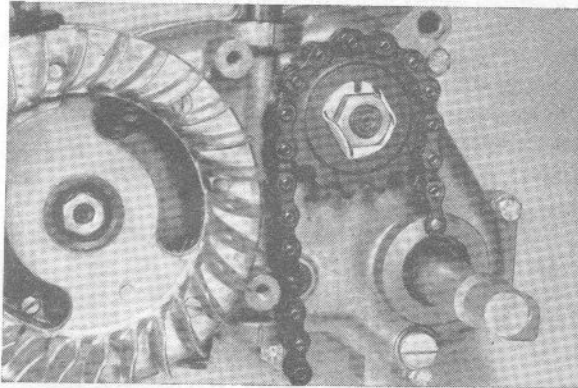

Fig. 13
- Het kettinggrondsel aftrekken door de borgplaat vlak te buigen. Rondsel met speciaal gereedschap (ketting sleutel fig. 13) aan de kickstarteras (bij de Mopedmotor de trapas) vasthouden. Moer met rechtse draad M12 x 1 losdraaien. Rondsel met de klauwtrekker aftrekken. Moer 12 x 1 krijgt bij de montage een nieuwe borgplaat (bestel nummer 00.34.00).